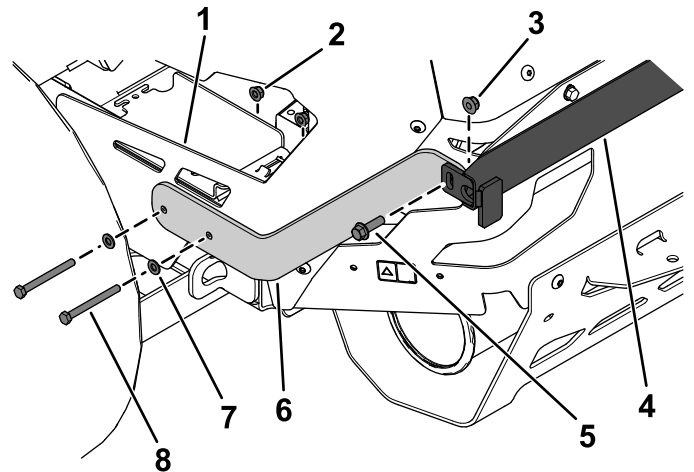

Bild 9
3. Befestigen Sie die linke, obere Halterung an der linken hinteren Schutzvorrichtung und der oberen Stütze locker mit zwei Sechskantschrauben (5/16" x 3 1/4"), zwei Unterlegscheiben, zwei Bundmuttern (5/16"), einer Bundkopfschraube (3/8" x 1 1/4") und einer Sicherungsmutter (3/8"), wie in **Bild 9** dargestellt.